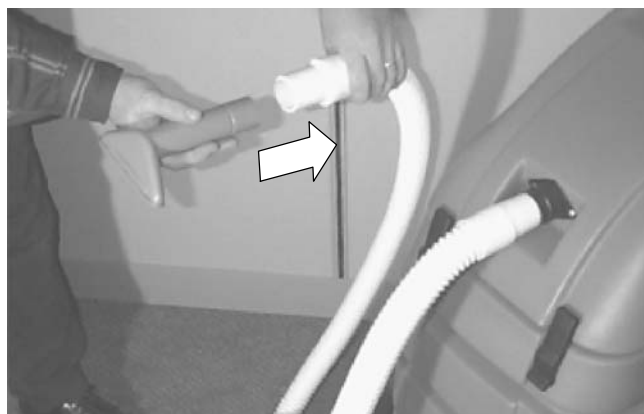

図 7
2. 使用するアクセサリツールを選び、ホースに接続します。(図 7)